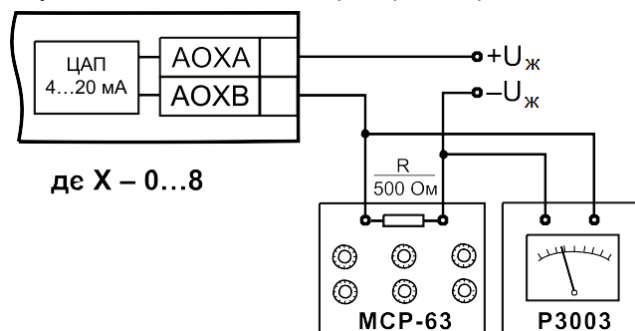

Рисунок 9.1 – Схема підключення під час проведення функціональної перевірки ВЕ типу «И»
2. Зібрати схему підключення, яку наведено на рисунок 9.1.
1. Підключити ВЕ (ЦАП «параметр–струм 4...20 мА») за схемою, яку наведено на рисунок 9.1. Напруга джерела живлення повинна бути в діапазоні 15...28 В. В якості вимірювача напруги можна використовувати пристрій для калібрування вольтметрів Р3003 або інший пристрій того ж класу з роздільною здатністю 0,001 В.